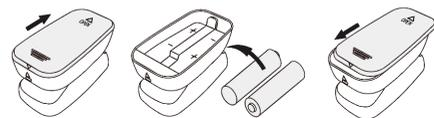

Figura 3. Installazione batterie
- Passo 1. Fare riferimento alla Figura 3 e inserire 2 batterie AAA nel verso corretto.